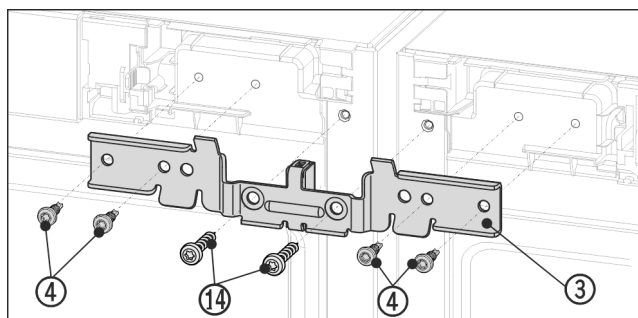

Fig. 13 Shembull ilustrues
- ▶ Shtyni profilin Fig. 13 (3) me pjesën distancuese midis pajisjeve dhe mbi kunja. Mbërtheni lirisht profilin me katër vidat Fig. 13 (4) dhe me vidat e tokëzimit Fig. 13 (14) të hequra më parë, duke i mbërthyer në mënyrë të alternuar djathtas dhe majtas.